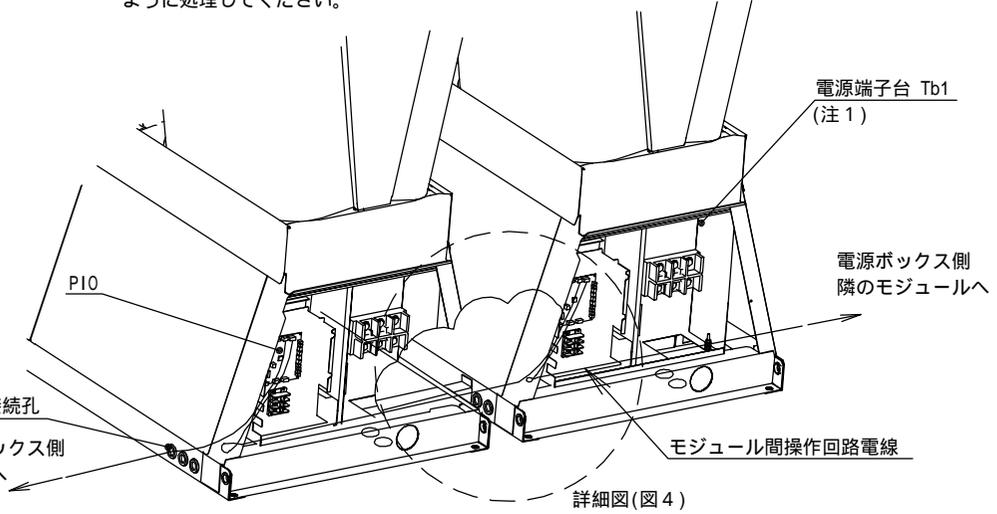
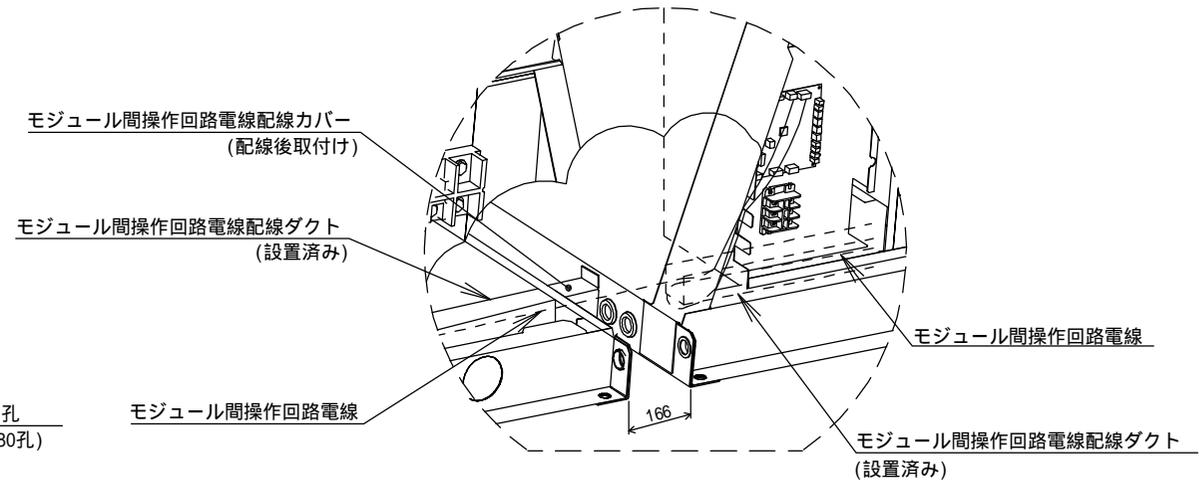

図3 モジュール間操作回路電線配線例
図4 詳細図
- 注10. 水熱交換器および水配管の凍結事故を防ぐ為、電源を落して長期間停止される場合は、必ず水配管を不凍液で満たすか、または、水抜きを行なってください。なお、水抜きバルブがモジュール内に1箇所ありますので、水抜きを行ってください。 図4 モジュール内水抜き箇所
- 注3. 付属の配線を使用し、モジュール間の操作回路電線の接続を行ってください。(図3)その後、付属の操作回路電線配線カバーをモジュール間に取付けて下さい。(図4)